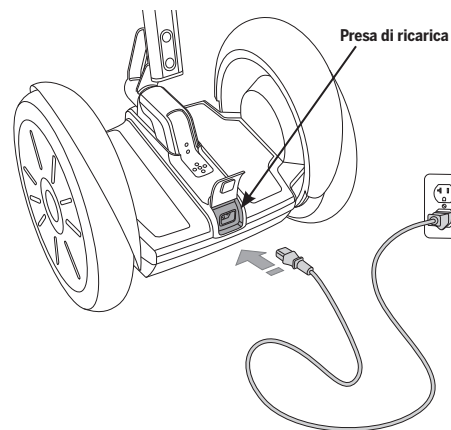

Figura 57: inserimento del cavo di alimentazione nella presa di ricarica
2. Aprire la presa di ricarica situata sul retro della console del PT (vedere la **Figura 57**).
4. Inserire un'estremità del cavo di alimentazione (in dotazione con il PT) in una presa di corrente CA provvista di messa a terra (100V–240V; 50Hz–60Hz). Il cavo di alimentazione deve essere dotato di apposita messa a terra (vedere la **Figura 57**).